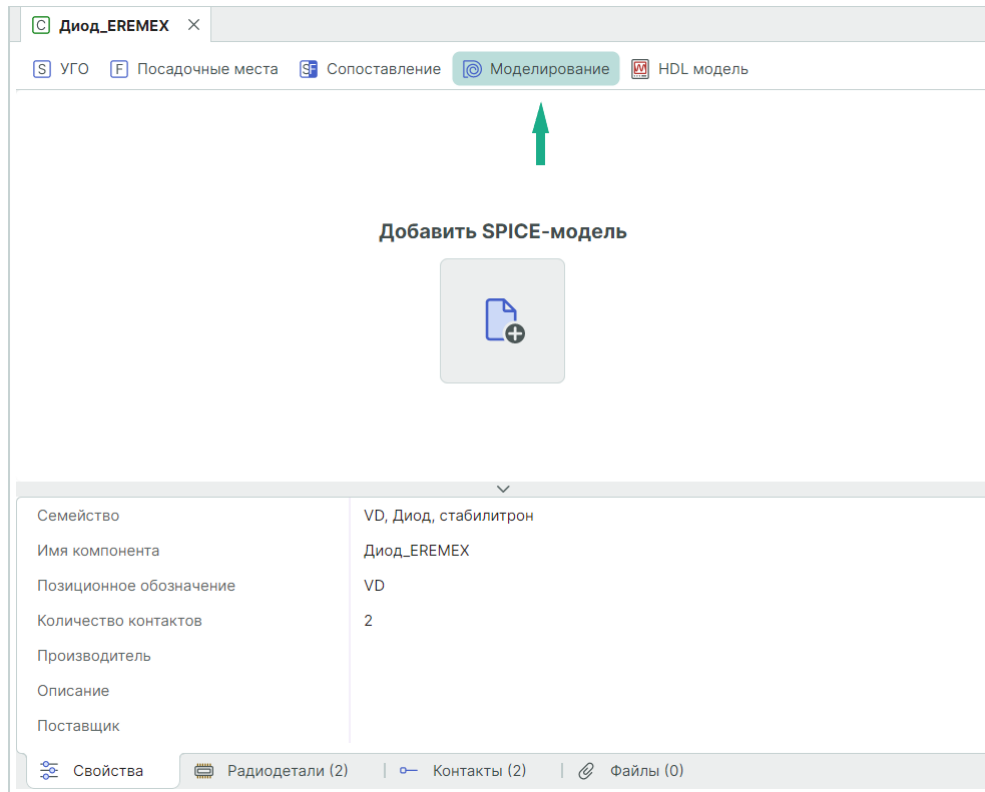

Рис. 293 Переход к созданию SPICE-модели компонента
1. Перейдите на вкладку «Моделирование», см. Рис. 293.